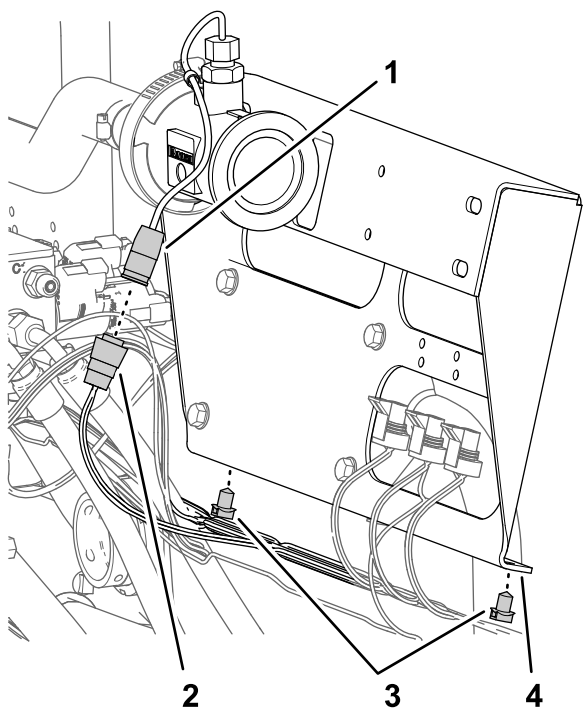

Рисунок 70
1. Отсоедините 3-гнездовой разъем жгута проводов машины с маркировкой FLOW METER (РАСХОДОМЕР) от 3-штыревого разъема на расходомере (Рисунок 70).
2. Удалите 2 вставных держателя жгута проводов машины с нижнего фланца кронштейна клапана секции (Рисунок 70).